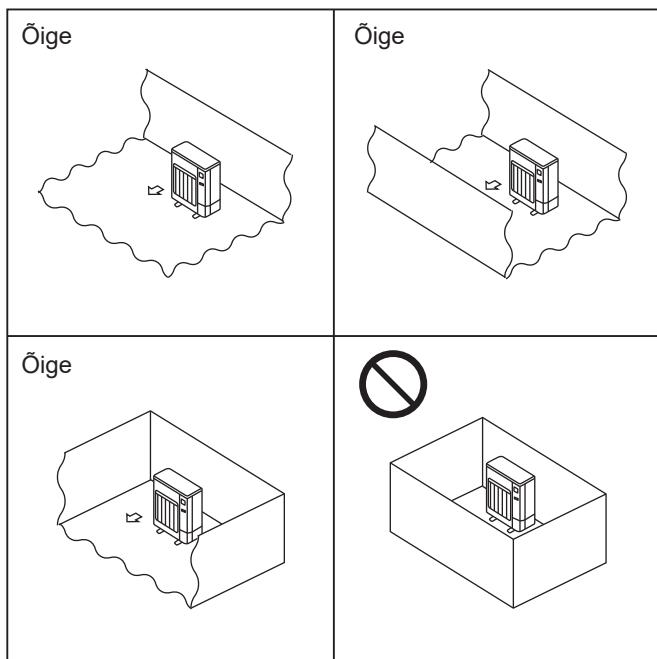

Fig. 2-1
- Paigaldage välisseadmed kohta, kus vähemalt üks neljast küljest on avatud ja piisavalt avaras kohas, mis ei ole nõgus. (Fig. 2-1)